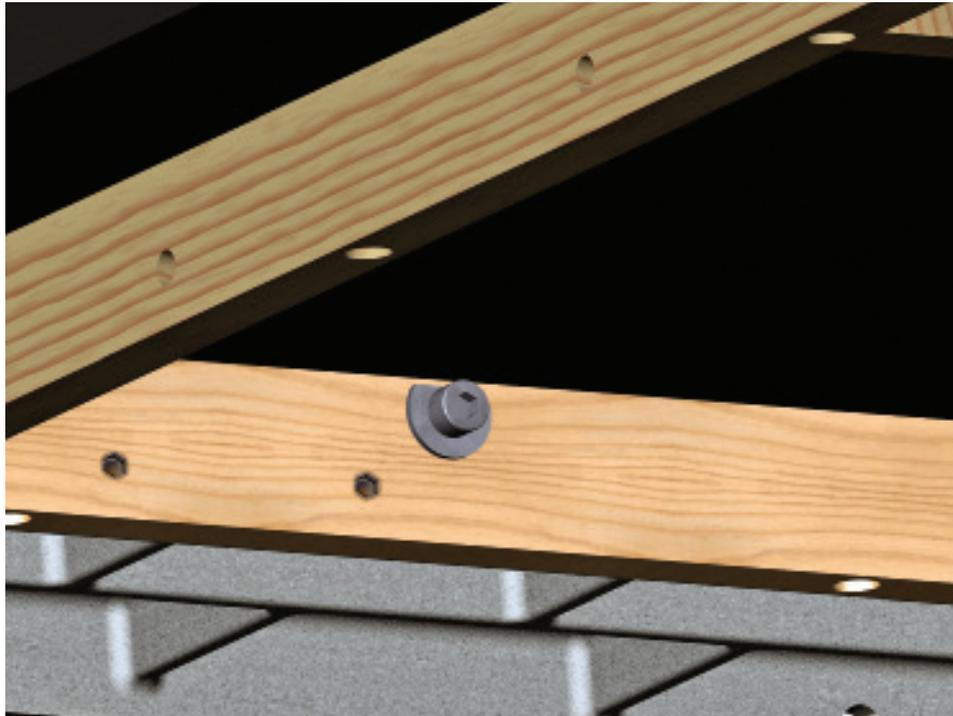

Fig. 11
Ensuite, installez le boulon à tête creuse M8 x 45 (26) et la rondelle en D (27) à travers le trou situé au centre du côté gauche de la table à rallonge. Le boulon doit également traverser le trou central de la rallonge droite. Assurez-vous que le bord plat de la rondelle en D est orienté vers le haut. Voir Fig.11. Installez une rondelle M8 x 23 x 2 (14), une rondelle de loquet M8 (15) et un écrou hexagonal M8 x 1,25 (16) à l'extrémité du boulon et serrez à la main.